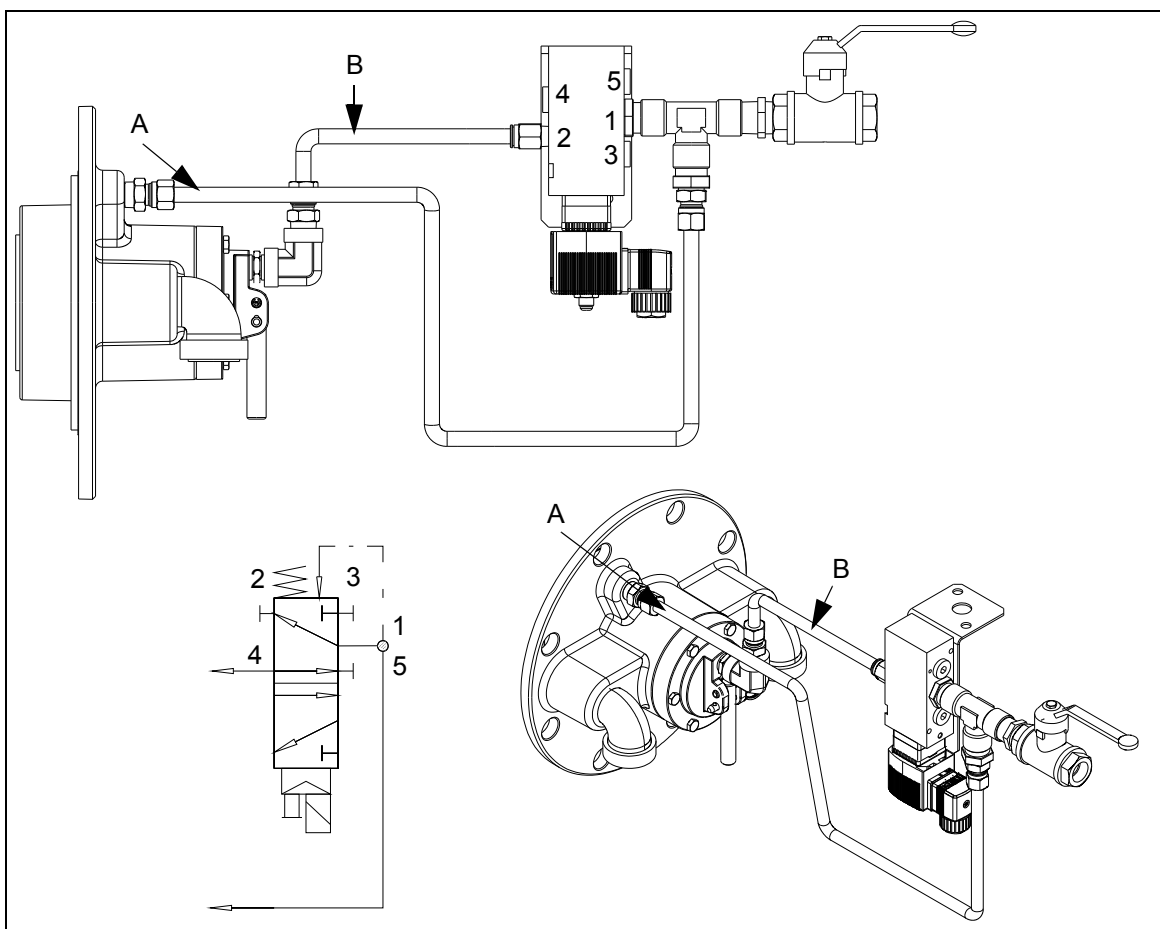

Рис. 5: Пневматическое соединение 5/2-ходового электромагнитного клапана - изометрический вид
4. Закрыть входы 2 и 3 (Рис. 5) заглушками.